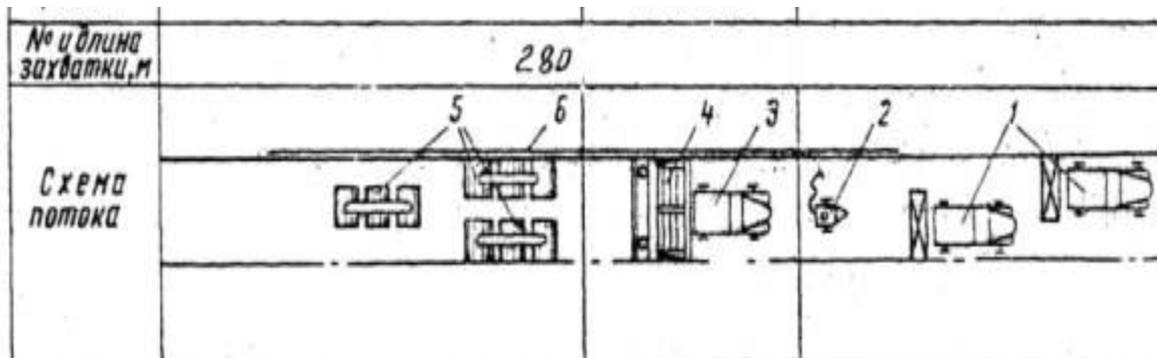

Рис. 35
42. На рис. 35 представлена технология работ по укладке асфальта, где позиция (1)